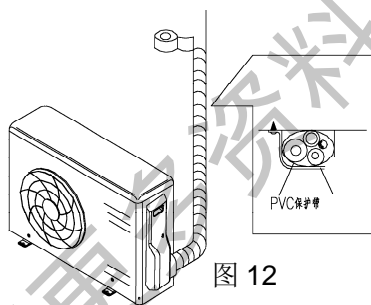

图 12
8. 当室内机比室外机低时, 请将配管适当弯曲, 以防室内进水(参考图 12)。